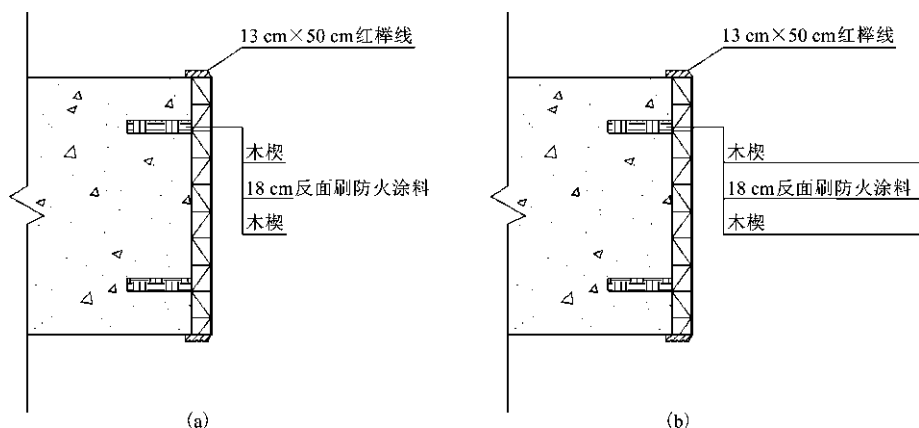

图 1-87 修改单行文字的内容和水平线段的长度
⑥在中间的“木楔”字样上双击左键，将文字修改为“18 cm 反面刷防火涂料”，如图 1-87 (a)所示。
⑦用夹点修改方法将文字下的水平直线进行拉伸，使其略长于文字的长度，如图 1-87 (b)所示。